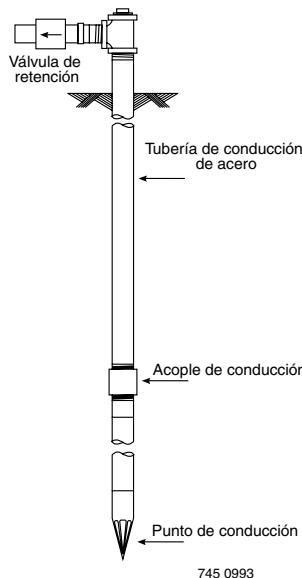

Figura 2: Instalación del punto de conducción
1. Conecte la tubería de succión al punto de conducción (Figura 2). Procure que la tubería horizontal tenga un tendido lo más corto posible. Use cinta selladora para roscas de tubería de PTFE (politetrafluorotileno) en las roscas macho. Es posible que se necesiten varios pozos para obtener suficiente agua para bombejar.
2. Para facilitar el cebado en las instalaciones de punto de pozo, instale una válvula de retención como se muestra en la Figura 2. Asegúrese de que el punto de la flecha de flujo de la válvula esté en dirección a la bomba.